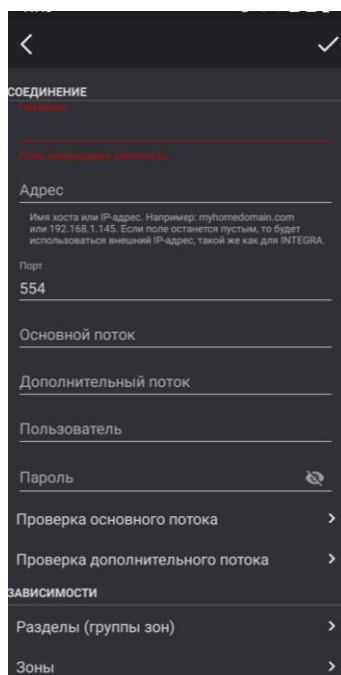

Рис. 8. Приложение INTEGRA CONTROL. Экран добавления камеры до ввода настроек.
5. Коснитесь «Вручную» («Manually»). Откроется экран добавления камеры (рис. 8).